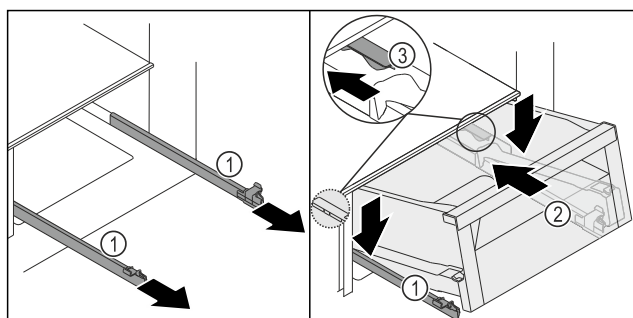
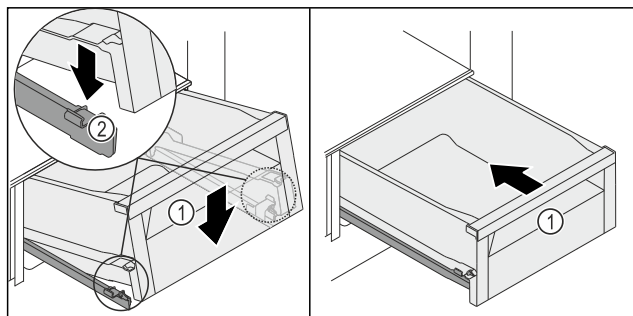

Fig. 130
Fig. 131
- ▶ Kolejničky Fig. 130 (1) pevně držte a zásuvku Fig. 130 (2) nasadíte shora za zářáčku Fig. 130 (3) na kolejničkách Fig. 130 (1).
- ▶ Zásuvku Fig. 130 (2) na kolejničkách Fig. 130 (1) zasuňte až na doraz směrem dozadu.
- ▶ Zásuvku Fig. 130 (2) vpředu spusťte dolů tak, aby se zásuvka zasunula vlevo a vpravo do svorky Fig. 131 (2).
- ▶ Zásuvka Fig. 131 (1) slyšitelně zacvakne.
- ▶ Zásuvku Fig. 131 (1) zasuňte.